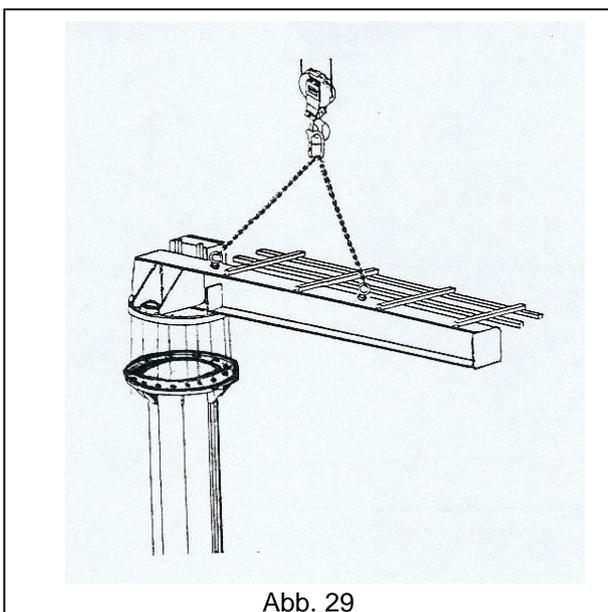

Abb. 29
4. Den Kupplungsflansch so auf den Drehkranz am oberen Säulenende legen, dass die Bohrungen beider Teile übereinstimmen. (Abb. 29)